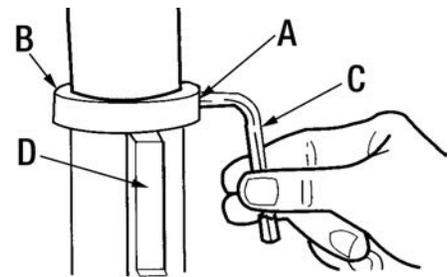

FIGURE 7
5. Desserrez la vis sans tête (A) Fig.7 dans le collier (B) de la colonne en utilisant une clé hexagonale de 3mm (C), retirez le collier de la colonne et ensuite la crémaillère (D) de la colonne. Fig.7.